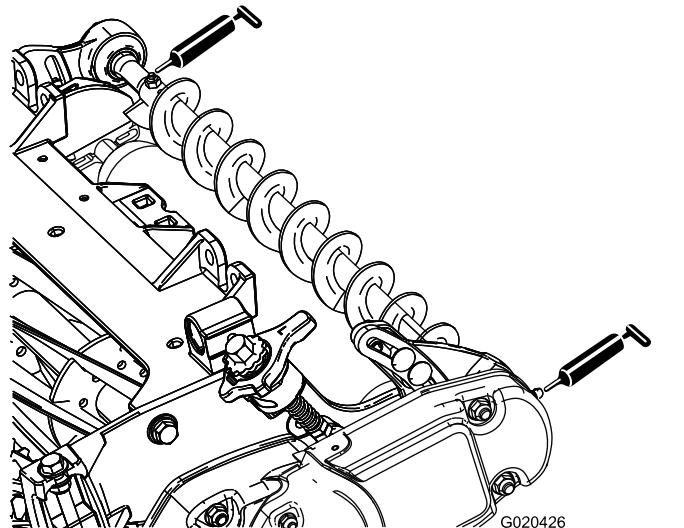

Bild 15
4. Fetten Sie die Schmiernippel an den Lagergehäusen jeder Rollenbürste und an den anderen Stellen an der Schneideeinheit mit Nr. 2 Allzweckfett auf Lithiumbasis ein (Bild 15).